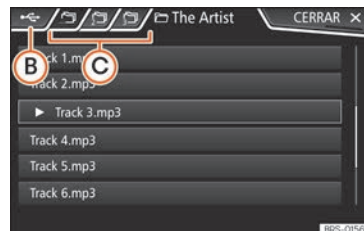

Fig. 173 Modo Media: lista de pistas de una fuente Media.
- Pulse en el menú principal **MEDIA** el botón de función **[SELECCIÓN]** » » » **fig. 170** para abrir la lista de pistas. La pista que se está reproduciendo se muestra de forma destacada » » » **fig. 173**.